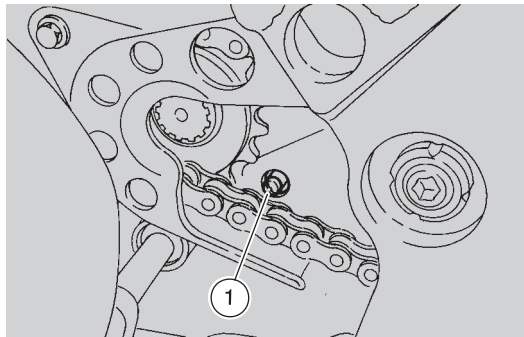

Fig. 49
- dévisser et ôter la vis cruciforme (1-Fig. 49), qui se trouve sur la pompe du mélangeur, et attendre que l'huile sorte à travers le trou;
- quand le flux de l'huile qui sort sera sans bulles d'air, visser et serrer la vis (1-Fig. 49).